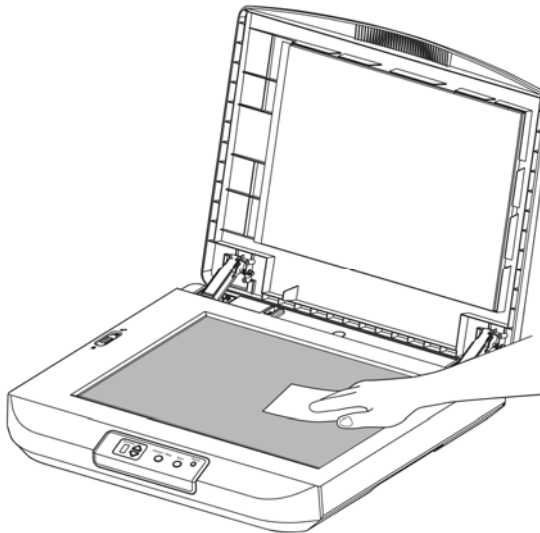

Abbildung 6-1 Der Reinigungsbereich
- 2) Öffnen Sie die Dokumentenabdeckung wie in Abb. 6-1 gezeigt. Wischen Sie die Glasfläche ab.